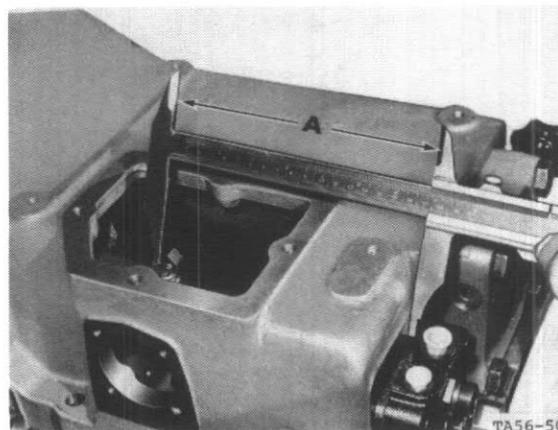

Fig. 26
Mesurez de la face avant du carter de relevage au centre et à hauteur de la rotule de fixation de la barre de liaison - voir (A) Fig. 26.